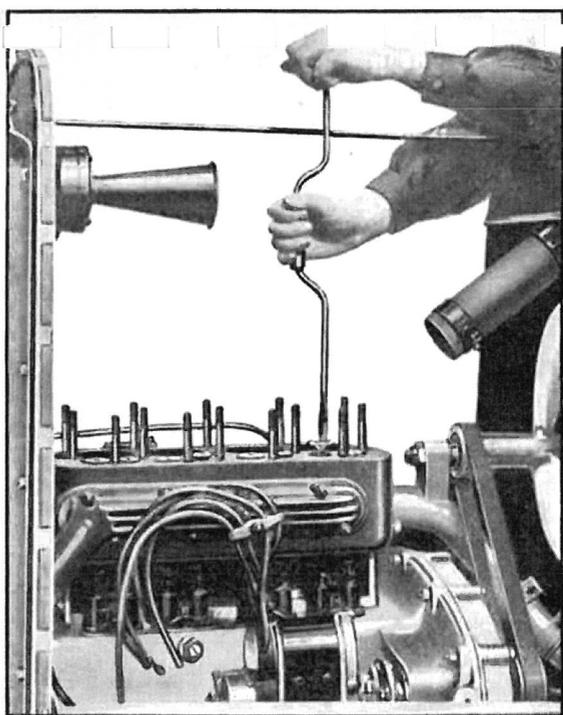

Fig. 2 — Rodage d'une soupape.
- 4—Nettoyer les pièces démontées ; gratter les dépôts charbonneux. Le rodage se fait au moyen d'un vilebrequin à tournevis qui sert à faire tourner la soupape sur son siège (fig. 2).